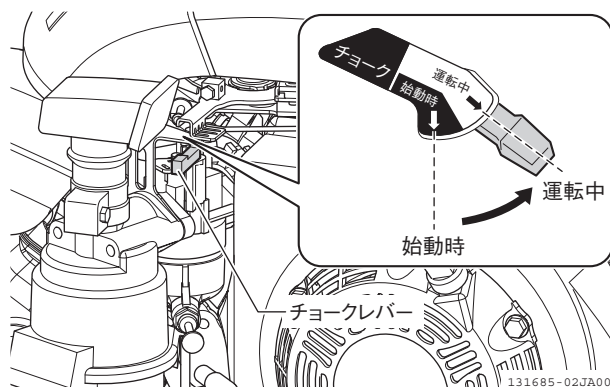

図 2-20 チョークレバー
3. エンジンの回転状態を見ながらチョークレバーを徐々に「運転中」位置にします。(図 2-20)